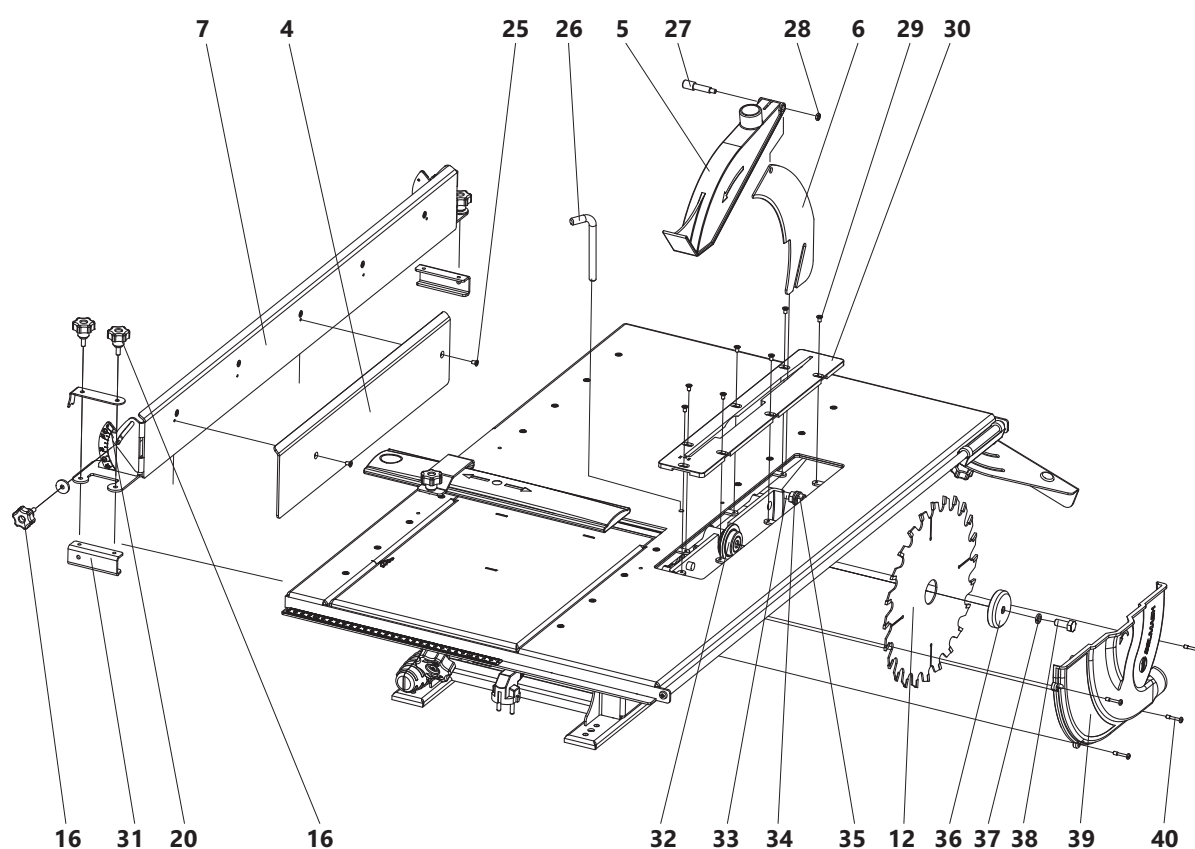

Рисунок 5. Схема сборки станка на операцию пиления
Перед началом работы следует произвести подготовку и наладку станка (рис. 5).
- совместить отверстия пильного стола и пильного вала, установить в отверстия фиксатор 26 (рис. 5), фиксатор выполняет функцию стопора;
- навернуть гайки 35 на резьбовые стержни 33, установить шайбы 34 (рис. 5);
- установить в паз пильного стола вставку 30 (рис. 5);
- установить кожух 5 на расклинивающий нож 6 (рис. 5);
- прикрепить на линейку 7 накладку 4 с помощью винтов 25 (рис. 5);